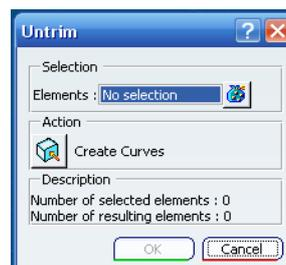

Ilustración 447: Definición de Untrim.
**Untrim, Surface or curve (Invierte la operación Recorta).** Se selecciona una superficie que anteriormente haya sido recortada, y de la que se quiere recuperar su forma original. Se activa la operación *Untrim*, aparece una ventana como la de la Ilustración 447, que indicará los elementos que han sido seleccionados y el número de elementos que serán recuperados.